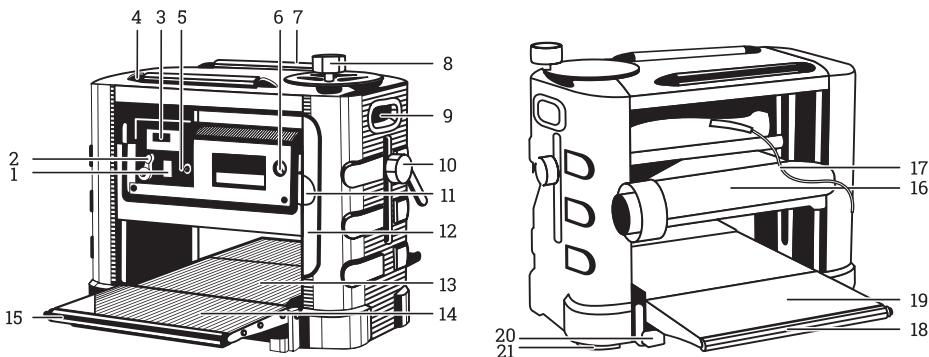

Рис. 1. Устройство рейсмусового станка
При вращении ручки установки глубины строгания 8 (рис. 1) на дисплее будет отражаться величина изменения после нажатия на кнопку 24. При повторном нажатии на кнопку 24 с экрана исчезнет надпись «inc» и появится числовое значение, равное прежней величине с учетом величины изменения (истинная высота). При повторном нажатии на кнопку 24 начнется новый отсчет от нулевого значения.
Поднимите блок электродвигателя 6 (см. рис. 1) ручкой 8 до предела так, чтобы вам было хорошо видно рабочую зону и вы могли бы удобно работать над юстировкой удлинителей стола 14 и 19.
Для включения станка нажмите клавишу магнитного пускателя 1 (см. рис. 1) в положение «Вкл.» (1). Для выключения станка нажмите клавишу магнитного пускателя в положение «Выкл.» (0).
Ручкой 8 по шкале 12 (см. рис. 1) установите положение, соответствующее максимально толстому участку заготовки, после чего установите глубину строгания.
Если предстоит обработать две или более заготовок в одинаковый размер по толщине, необходимо выполнять пооперационное строгание всех заготовок, т.е. при каждой настройке рейсмусового станка пропускать поочередно все заготовки. Окончательное (чистовое) строгание рекомендуем выполнять в несколько проходов (не менее 2 раз) с минимальной глубиной строгания и минимальной скоростью автоподачи. Для этого переключатель 2 (см. рис. 1) установите в положение, соответствующее скорости автоподачи 4 м/мин. Для получения хорошего качества строгания научитесь определять направление волокон древесины. Подавайте заготовку так, чтобы ножи срезали стружку по волокнам древесины, а не задирали слои. При необходимости выполните пробное (предварительное) строгание заготовок (или обрезков) в разных направлениях и сравните чистоту обработки.
Для облегчения возврата предварительно обработанной заготовки на исходную позицию для повторного прогона на верхней панели станка предусмотрены дополнительные ролики 4 и 7 (см. рис. 1).